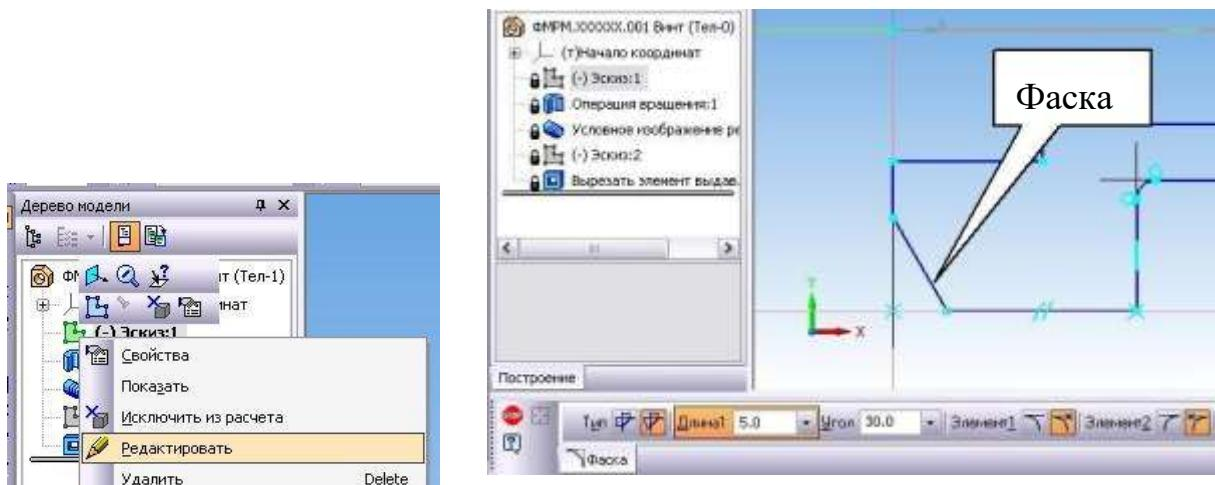

Рисунок 7.120 –
8) Редактировать эскиз детали (выполнить фаску длиной 5 мм, угол - 30°) (рисунок 7.120): Выбрать в Дереве модели Эскиз 1 → Щелкнуть по нему ПК мыши → Редактировать (рисунок 7.121).